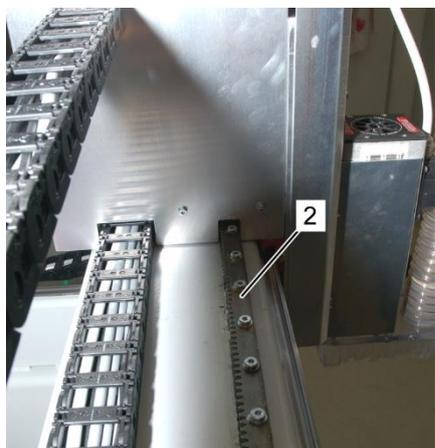

Abb. 38: Y-Achse
4. Zahnstange (Abb. 38/2) der Y-Achse mit einem fusselfreien und mit Leichtlauffett benetzten Lappen einfetten.